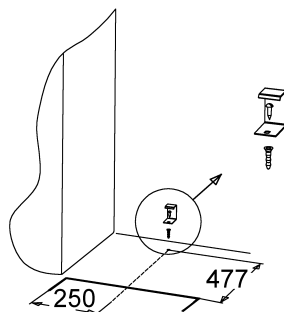

Рис.2 Разметка пола для установки предохранительного кронштейна
- установить плиту на рабочее место, отметить на полу линию передней стенки и габариты по ширине, как показано на рис. 2
Управление электрической духовкой осуществляется датчиком-реле температуры (ручка поз. 3) и переключателем мощности (ручка поз. 4), которые расположены на панели управления (рис.2).